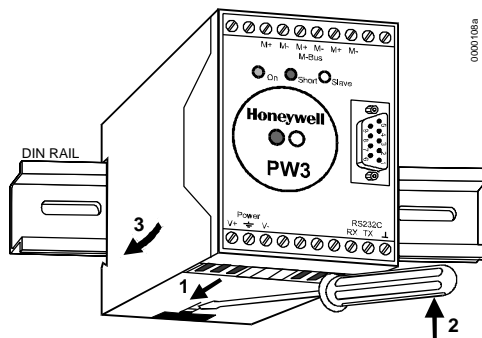

Abb. 55 Montage des Adapters PW3.
1. Montieren Sie den M-Bus Adapter PW3 auf der DIN-Schiene. Drücken Sie hierzu, wie in Abb. 55 gezeigt, mit einem flachen Schraubendreher den Sicherungsbügel am Boden des Adaptergehäuses nach unten, bis sich der Adapter auf die DIN-Schiene aufsnappen lässt.